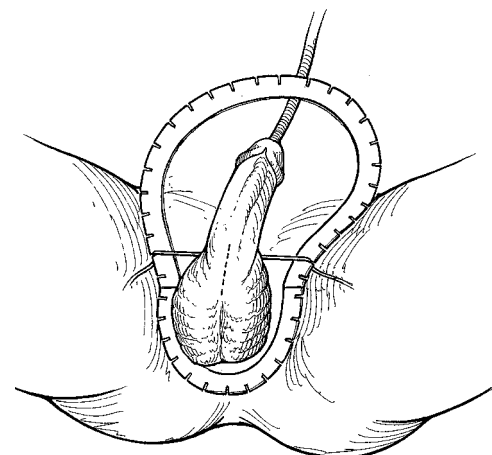

Рисунок 4-2. Пеноскротальный доступ. Определение места разреза
- При использовании ретрактора SKW установите кольцевой ретрактор так, чтобы большее кольцо было обращено в сторону головы пациента (краниально), а меньшее кольцо — в сторону стоп пациента (каудально) (**рисунок 4-2**).
- Удерживая разрез в области полового члена, поместите крючки в положениях 1 час, 5 часов, 7 часов, 11 часов, 3 часа и 9 часов (**рисунок 4-2**).